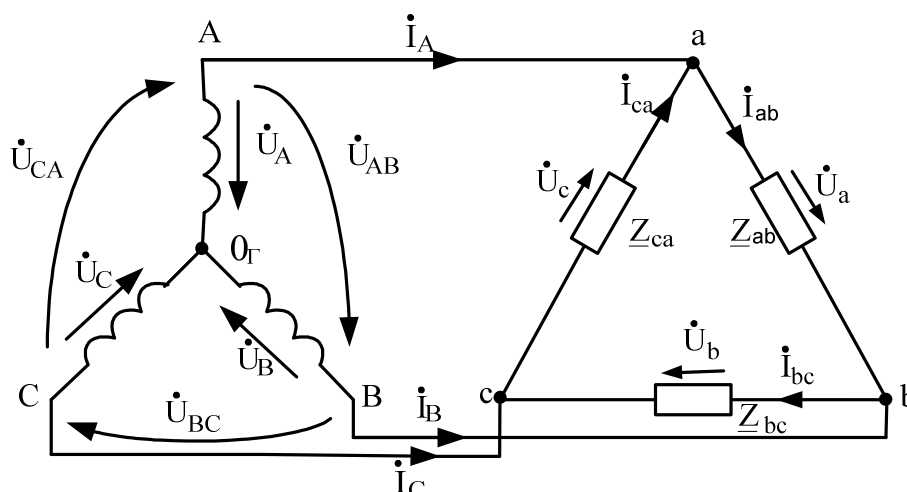

Рис. 6.1
6.2.2. Основные соотношения для симметричной трехфазной цепи, соединенной треугольником ($\underline{Z}_{ab} = \underline{Z}_{bc} = \underline{Z}_{ca} = \underline{Z}$) (схема на рис. 6.1.):